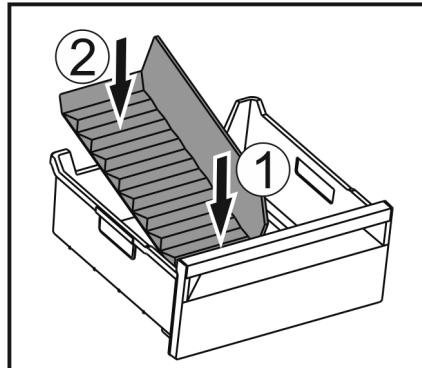

Fig. 45
- Сначала устанавливайте разделитель спереди Fig. 45 (1).
- Опустите заднюю часть Fig. 45 (2).